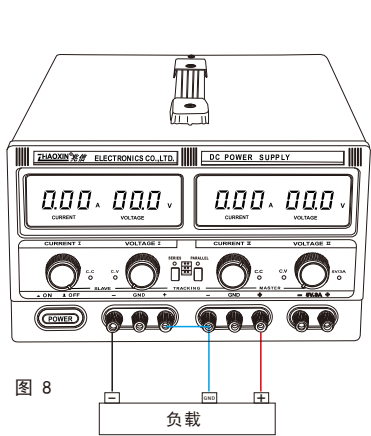

图 8
- 2. 实现负电压输出，将主控的负端(黑色端子)当作共地点，则主控输出端正极对共地点，可得到正电压(主控表头显示值)及正电流(主控表头显示值)，而副控输出负极对共地点，则可以得到与主控输出电压值相同的负电压，即所谓追踪式串联电压。则如附图8/图9的接法，